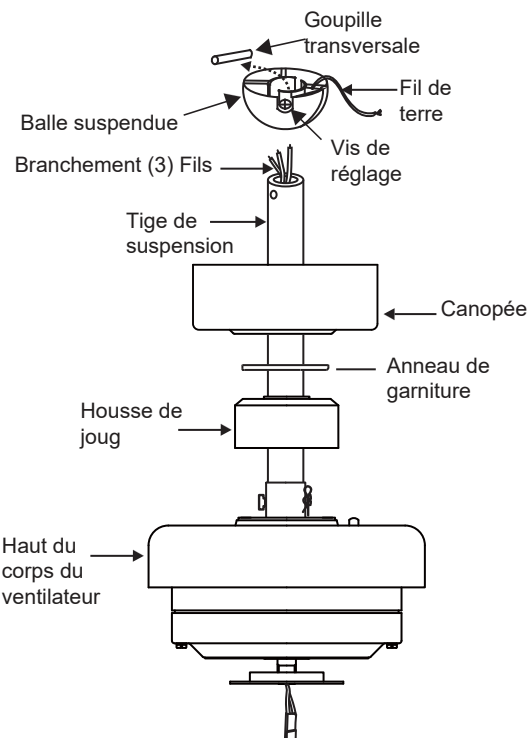

Fig. 3
- 1 Deslice la cubierta del yugo, el anillo de ajuste y el dosel sobre la varilla. (Fig. 3)
Connexions électriques du moteur au récepteur: (Fig. 3) Connectez le fil noir du ventilateur au fil noir marqué "TO MOTOR L" sur le récepteur. Connectez le fil blanc du ventilateur au fil blanc marqué "TO MOTOR N" sur le récepteur. Connectez le fil bleu du ventilateur au fil bleu marqué "FOR LIGHT" sur le récepteur. Fixez toutes les connexions des fils avec les écrous en plastique fournis.
Connexions électriques du récepteur aux câbles d'alimentation de la maison: (Fig. 3) Connectez le fil noir (chaud) du plafond au fil noir marqué «AC in L» du récepteur. Connectez le fil blanc (neutre) du plafond au fil blanc marqué "AC in N" du récepteur. Fixez les connexions des fils avec les écrous en plastique fournis.
Si votre boîtier de sortie a un fil de terre (vert ou cuivre nu), connectez-le aux fils de terre du ventilateur; sinon, connectez le fil de terre du support de suspension au support de montage. Fixez la connexion du fil avec un écrou en plastique fourni. Après avoir connecté les fils, écartez-les de sorte que les fils vert et blanc soient d'un côté de la boîte de sortie et les fils noir et bleu de l'autre côté. Rentrez soigneusement les connexions des fils dans la boîte de sortie. (Fig.3)
Un flux d'air **VERS LE BAS** crée un **effet de refroidissement** comme le montre la figure 3. Cela vous permet de régler votre climatiseur sur un réglage plus chaud sans **affecter** votre confort.